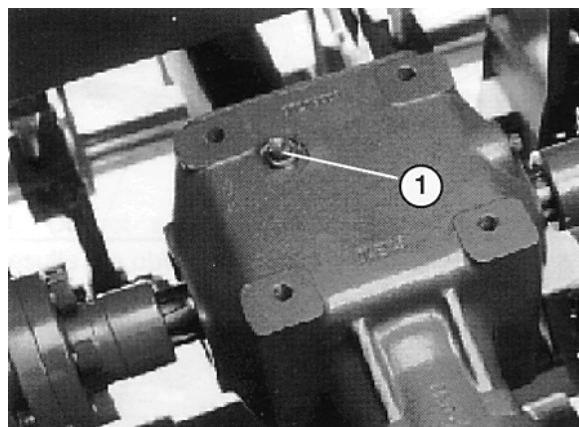

Fig. 13
1. Parkér maskinen på et jævnt, vandret underlag. Tag olie-påfyldningsproppen/målepinden ud af den retvinklede gearkasse (fig. 13).